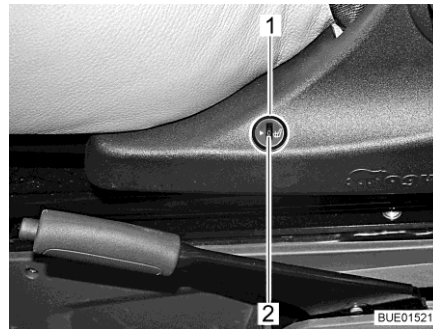

Fig. 26 Interruptor Calefacción de asiento
- Pulsar la parte inferior del interruptor (Fig. 26,1) en el lado izquierdo de la consola del asiento.
- Para ajustar una potencia calorífica más baja, girar la rueda de ajuste (Fig. 26,2) hacia "0".
- Para ajustar una potencia calorífica más alta, girar la rueda de ajuste (Fig. 26,2) hacia "5".
- Pulsar la parte superior del interruptor (Fig. 26,1) en el lado izquierdo de la consola del asiento.